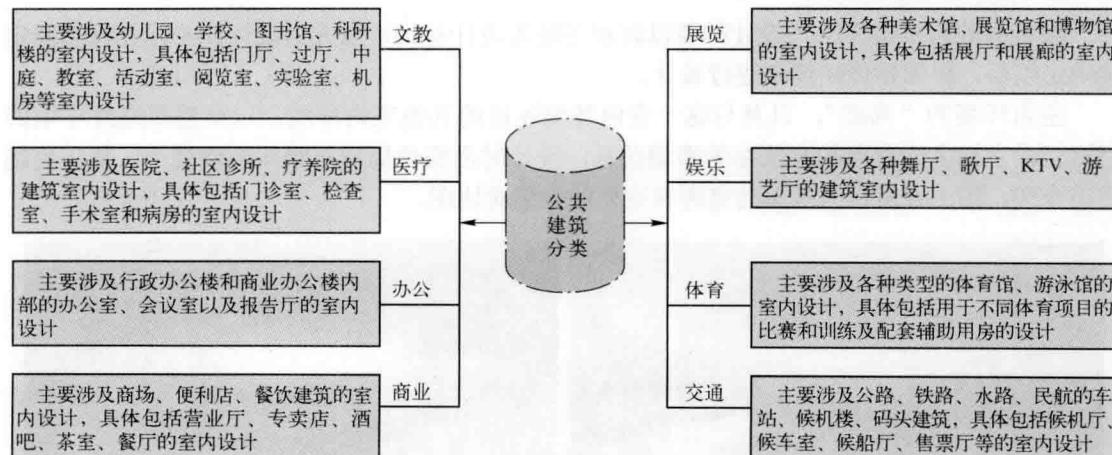

图 1-4 公共建筑室内设计的分类
(1) 居住建筑室内设计。主要涉及住宅、公寓和宿舍的室内设计，具体包括前室、起居室、餐厅、书房、工作室、卧室、厨房和浴厕设计。
(2) 公共建筑室内设计，如图 1-4 所示。